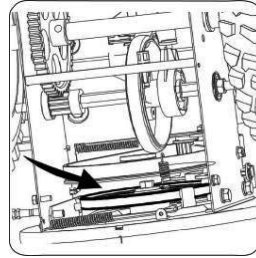

Bild 30
- h. Skjut drivremmen från remskivan mellan friktionshjulet och friktionshjulskivan. Se bild 30.